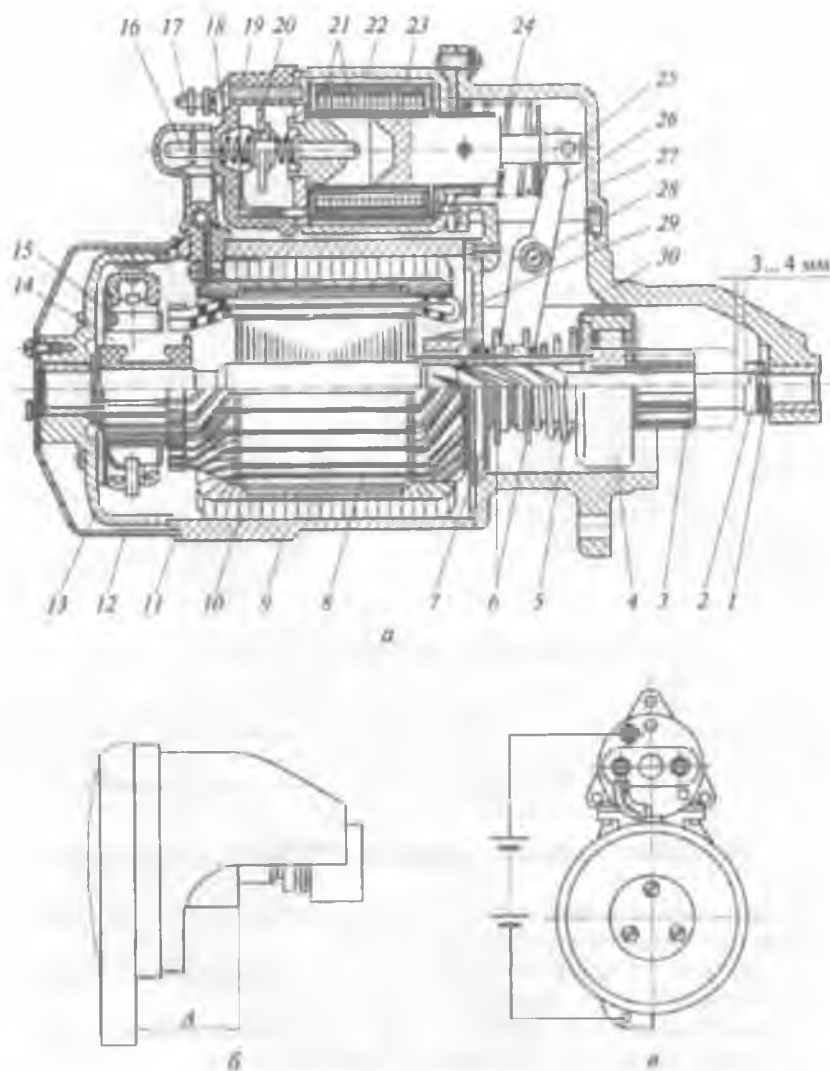

Рис. 1.25. Стартеры СТ230-А, СТ230-Б и СТ230-Б2 и их регулировка:
9. Изучить устройство стартеров СТ230-А, СТ230-Б и СТ230-Б2 (см. рис. 1.25).